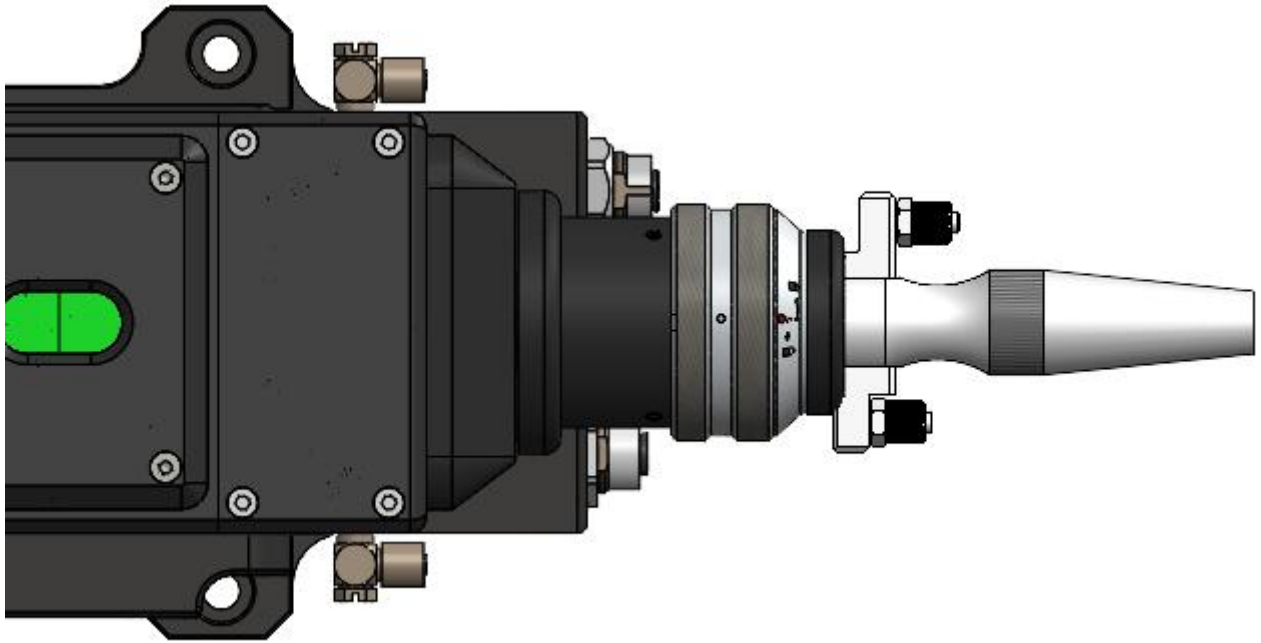

图2.0
- ⑤ 顺时针方向旋至极限位置（可以感觉到“噠”的一声），向上提起旋转螺母，再次顺时针旋转螺母直至压紧光纤头，将QBH连接器拧至锁紧状态（注意转到位即可，不要大力拧动，否则可能会损坏QBH内部结构）。如图2.0所示：